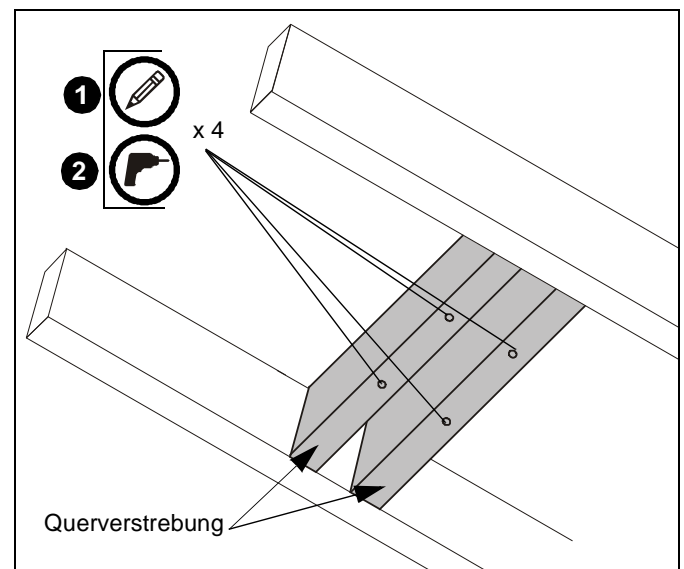

Abbildung 3
1. Benutzen Sie die Deckenplatte (A) als Vorlage, um Positionen für vier Vorbohrungen (Siehe Abb. 3) zu markieren. Stellen Sie sicher, dass sich die Markierungen in der Mitte der Holzträger befinden.
2. Bohren Sie Vorbohrungen mit einem Durchmesser von 5,6 mm (7/32") in die Holzbalken-Querverstrebung. (Siehe Abb. 3) Stellen Sie sicher, dass die Vorbohrungen gerade sind.